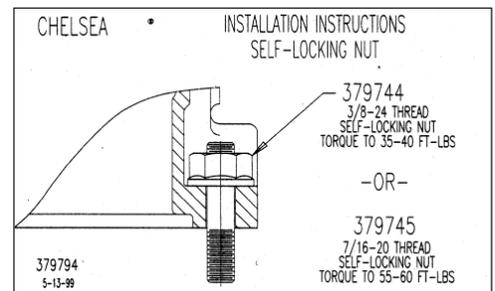

Fig. 13
15. Usare i dadi autobloccanti forniti con la presa di forza (**fig.13**).